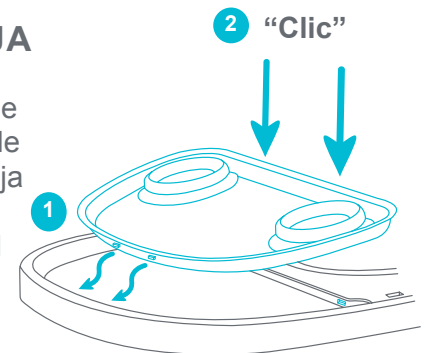

Fig. 9a
- 9 • (1) Alinee las pestañas e introdúzcalas a través de los orificios de la bandeja superior. (2) Presione en la parte posterior del inserto para que encaje en su lugar (Fig. 9a).